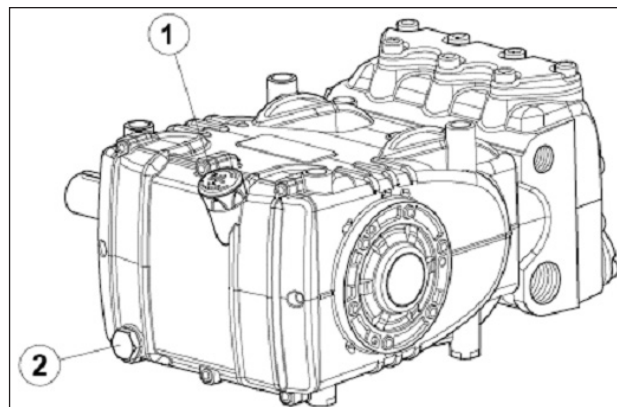

Fig. 3
Contrôler le niveau d'huile et faire l'appoint si nécessaire Avec la jauge de niveau d'huile rep. ①, Fig. 3.
Le contrôle correct du niveau d'huile doit s'effectuer avec la pompe à température ambiante, alors que la vidange de l'huile se fait avec la pompe à la température de fonctionnement en retirant d'abord la jauge d'huile rep. ①, puis le bouchon rep. ②, Fig. 3.
Installer le système de manière à ne jamais dépasser une température de l'huile de **100 °C** (212 °F) pendant le fonctionnement de la pompe. Utiliser une sonde de température à introduire à l'intérieur du bouchon de vidange rep. ② Fig. 3. Voir manuel « PROTECTION ANTIDÉFLAGRANTE ATEX ».